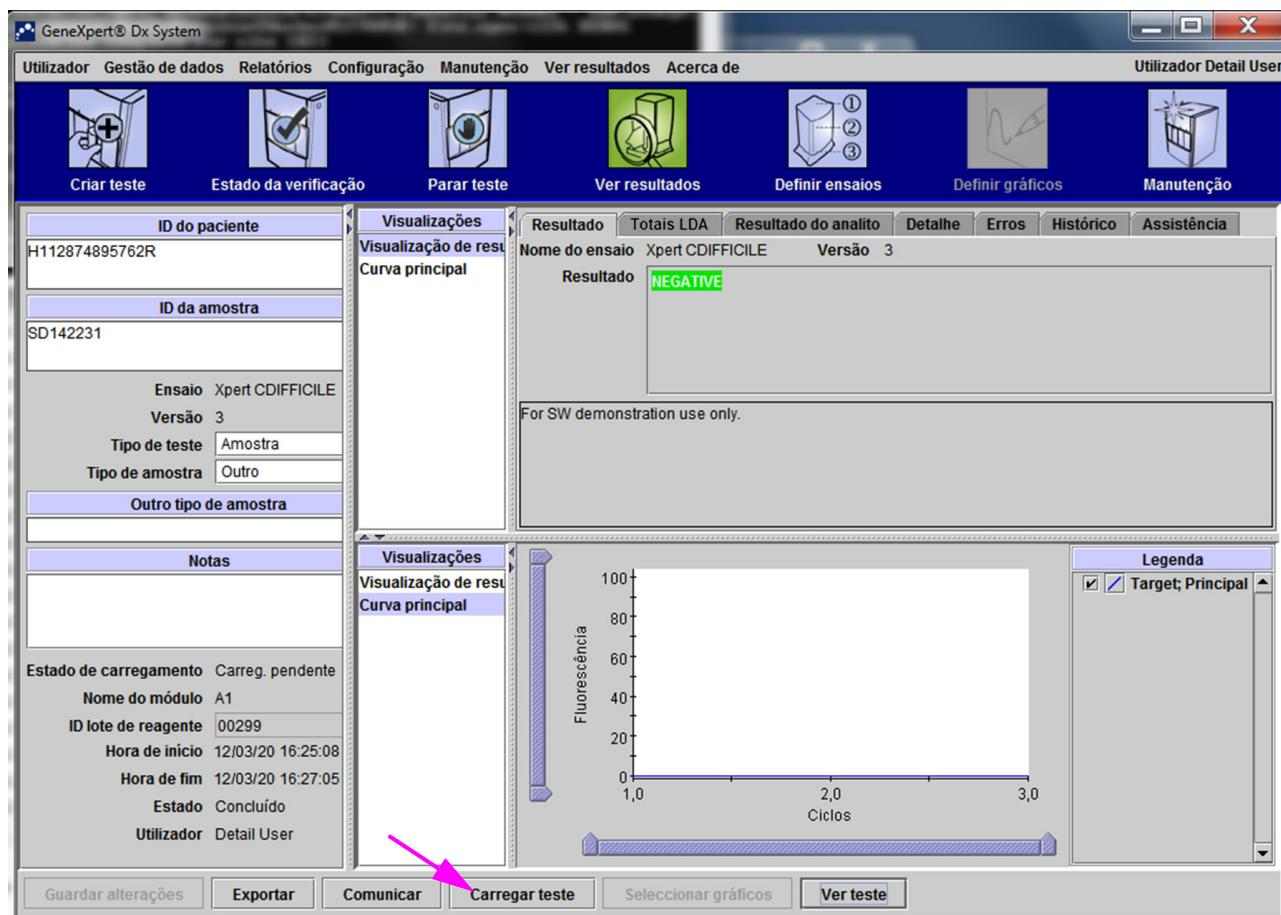
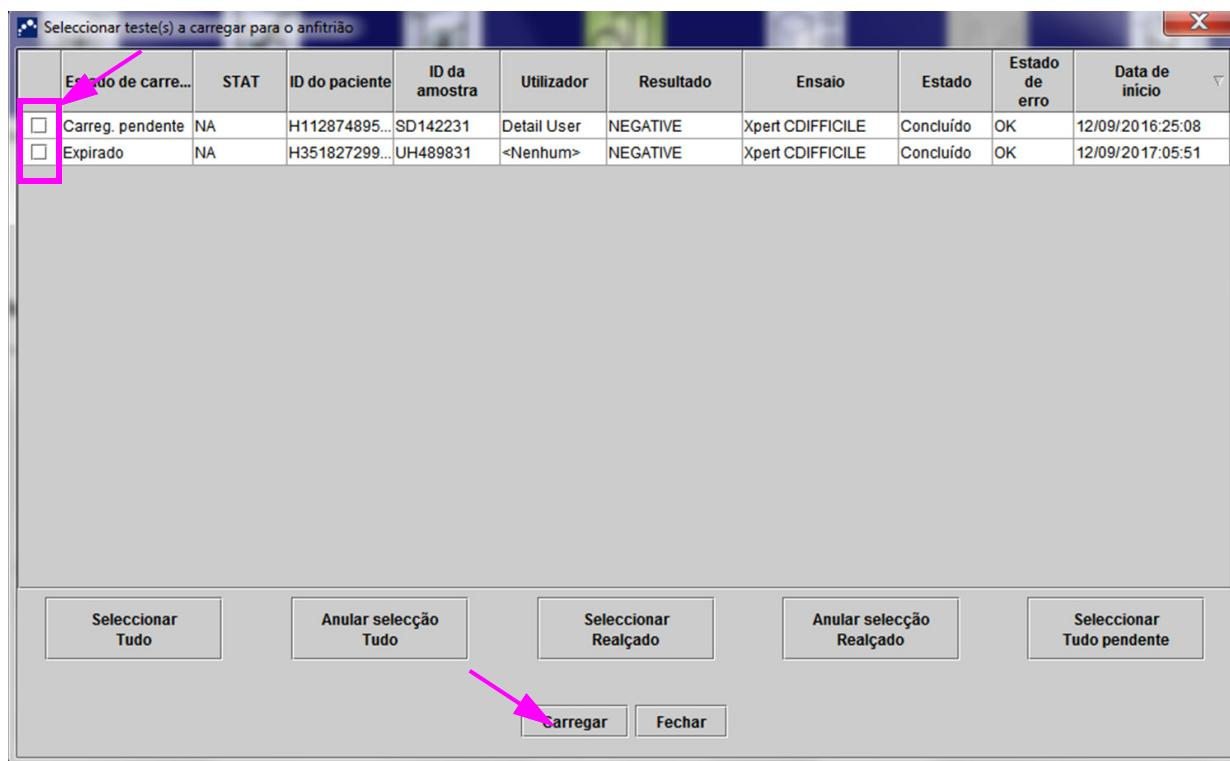

Figura 5-99. Carregamento para o anfitrião indicado na área de informações do teste da janela Ver resultados
Figura 5-100. Janela Selecionar teste(s) a carregar para o anfitrião
Uma vez concluído o teste, o resultado será automaticamente carregado. O estado do carregamento é indicado na área de informações do teste da janela Ver resultados. Consulte a figura 5-99.
2. Clique em **Carregar teste** na janela **Ver resultados** (consulte a figura 5-99). É apresentada a janela **Seleccionar teste(s)** a carregar para o anfitrião, que mostra os testes concluídos. Consulte a figura 5-100.